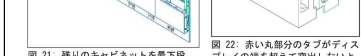

図22: 高い部分のタブがディスプレイの溝を越えて突出しないように注意
- キャビネットを押し合わせて、左端と右端のタブがディスプレイの裏面を越えて突出していないことを確認します(図22参照)。必要に応じてキャビネットを左右にずらします。